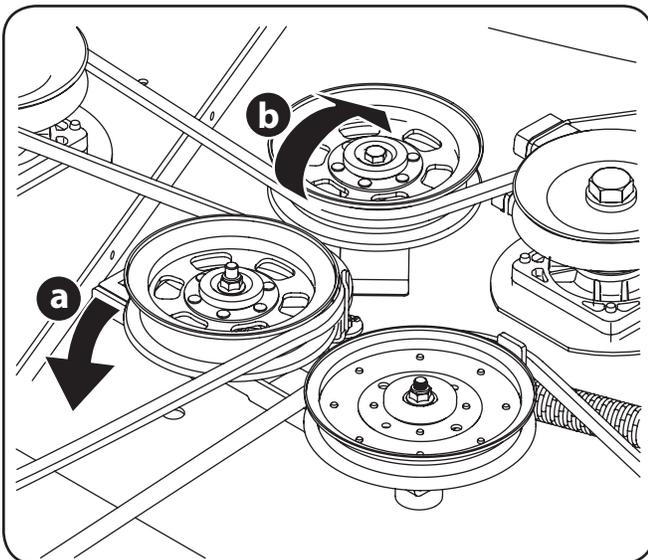

Figure 7-4
- b. Placez-vous à côté de la tondeuse de façon à faire pivoter le support de la poulie de tension et la poulie de tension vers l'arrière (a) jusqu'à ce que vous puissiez soulever la courroie en « V » par-dessus la poulie de tension (b). Voir Figure 7-4.